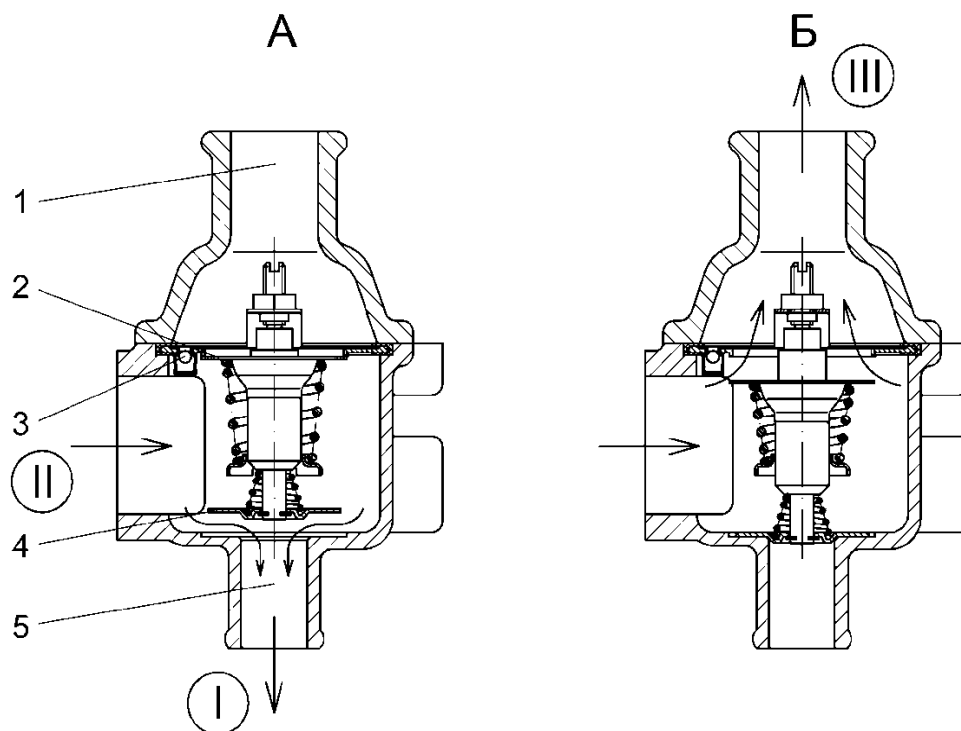

Рис.41. Схема работы термостата:
**Термостат** (рис.41) – с твердым наполнителем, двухклапанный, с автоматическим дренажным клапаном. Термостат расположен в алюминиевом корпусе, установленном на выходном отверстии рубашки охлаждения головки цилиндров, и соединен шлангами с водяным насосом, радиатором и расширительным бачком.